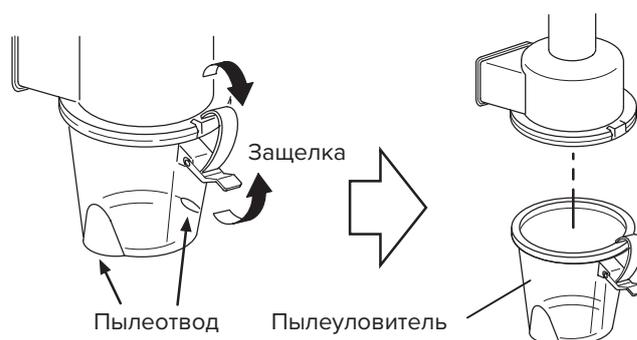

Рис. 42
- а. Откройте фиксатор и снимите пылеуловитель (рис. 42).